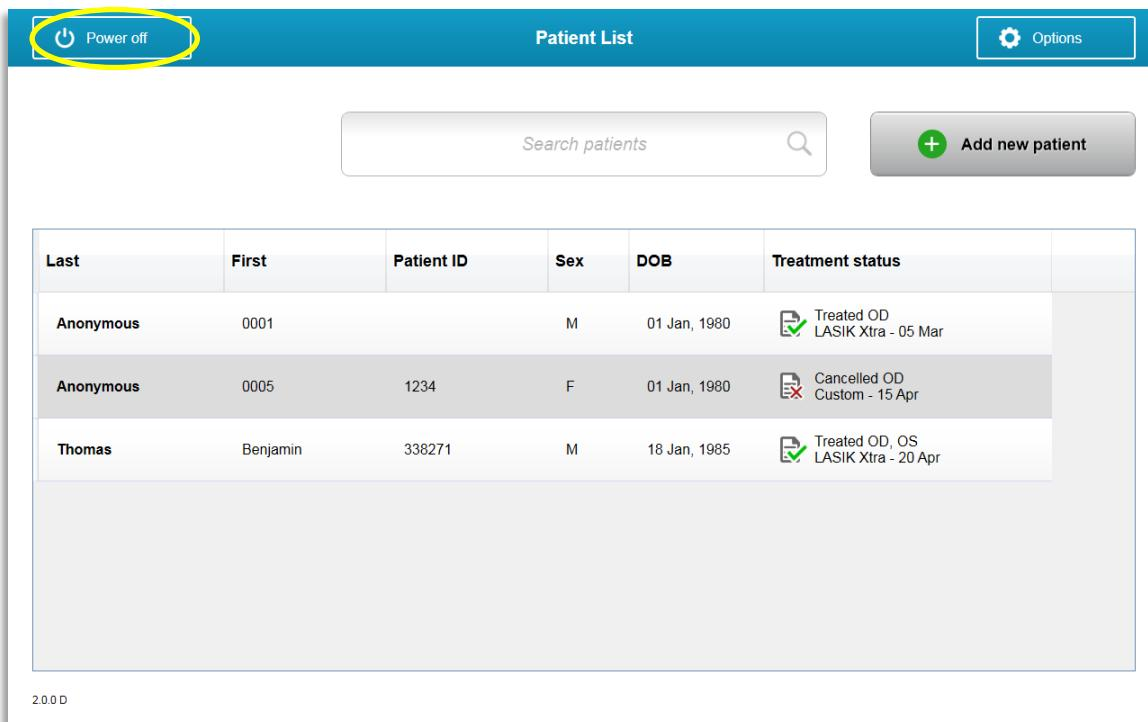

Bild 3-47. Välj "Stäng av" (Power Off)
- Välj "Stäng av" (Power Off) på hemskärmen "Patientlista" (Patient List) enligt bild 3-47.